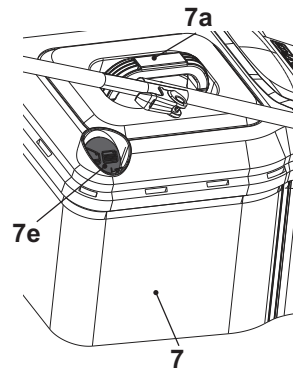

Fig. 13
2. Quando a escotilha (7e) está fechada, o coletor de relva está cheio e deve ser esvaziado. (Fig. 13).